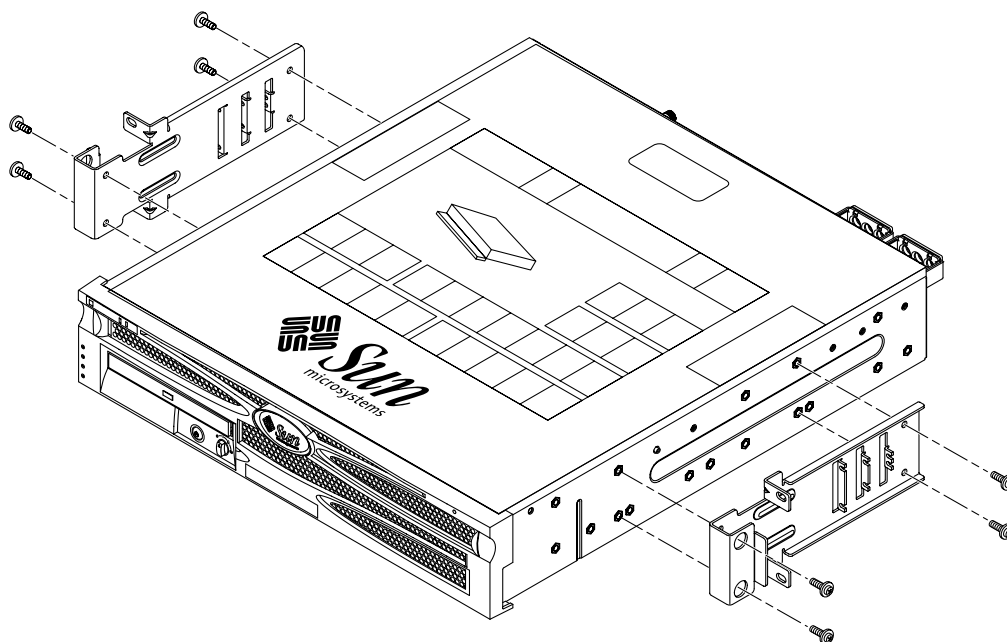

FIGURE 3-31 Fixation des supports latéraux sur le serveur
2. **À l'aide de quatre des vis SEM M5 × 10 (quatre pour chacun), fixez les supports latéraux de part et d'autre du serveur (FIGURE 3-31).**